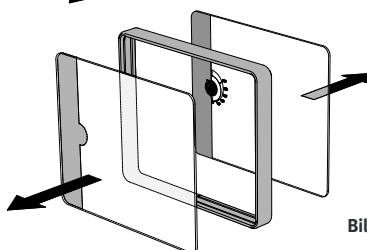

Bild 43
- Schauglaspaket herausnehmen, Silikondichtring abnehmen (Bild 43).